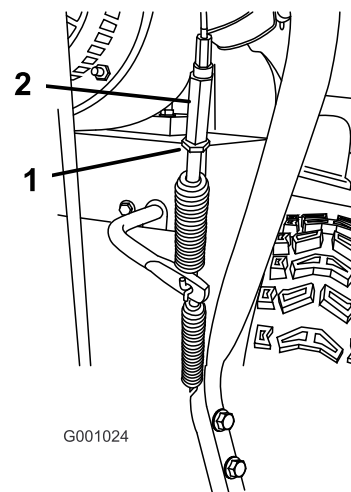

Figure 46
5. Desserrez l'écrou de blocage Figure 46.
6. Desserrez ou serrez le tendeur de réglage de tension du câble (Figure 46).